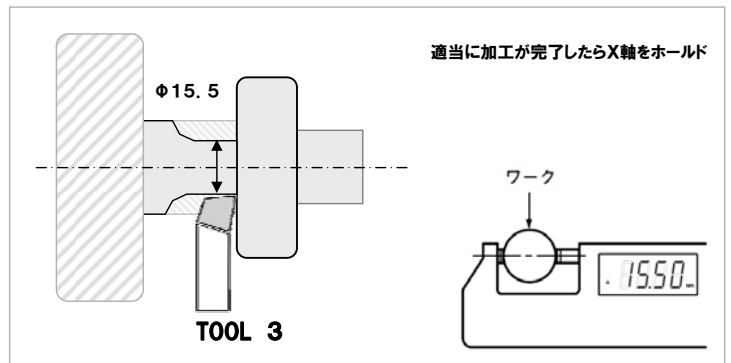

図8
- ⑪ 加工が完了したら、X軸は突き当てたままの状態、X軸の表示をホールドします。(図8)